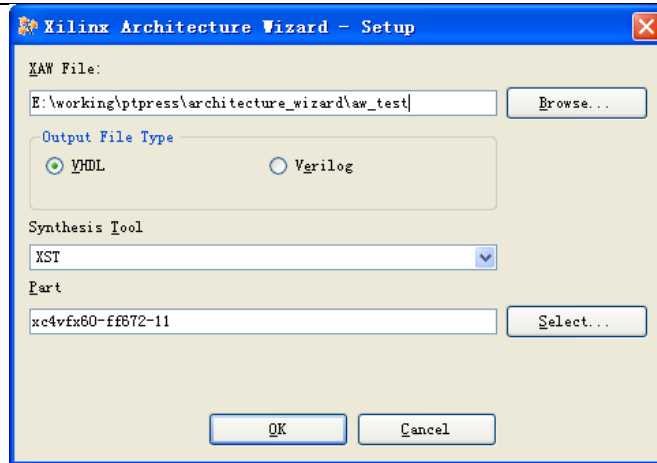

图 2.61 Architecture Wizard 设置对话框
(1) 单击“开始”菜单，单击 ISE 启动菜单下的【Accessories】/【Architecture Wizard】启动“Architecture Wizard”。
(2) 在弹出的“Setup”对话框中输入 XAW 文件的路径和名称，指定综合工具和 FPGA 器件型号，如图 2.61 所示，设置好以后单击【OK】按钮。